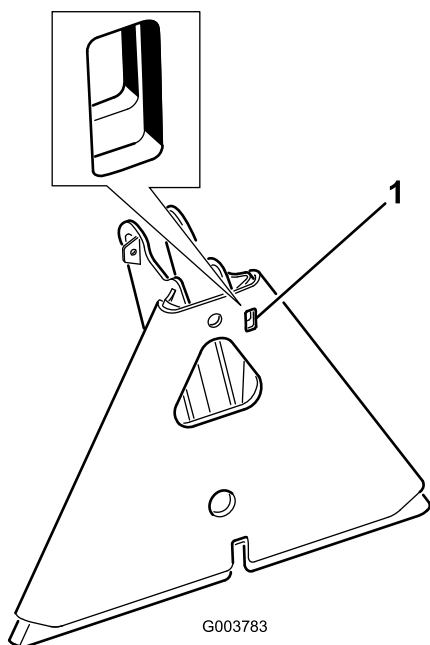

Figura 16
**Notă:** Dacă adaptorul dispozitivului de atașare se blochează în adaptorul unității de traciune, introduceți un levier sau o urubelniță în fanta pentru levier pentru a decupla piesele (Figura 16).